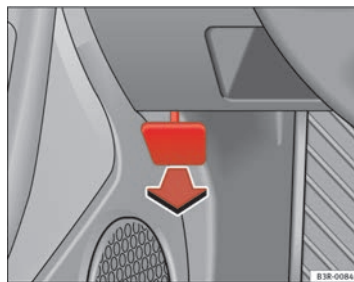

Fig. 175 Detalle de la zona reposapiés del lado del conductor: palanca para el desbloqueo del capó del motor.
- Tire de la palanca que hay debajo del tablero de instrumentos ⇒ fig. 175 en la dirección de la flecha.